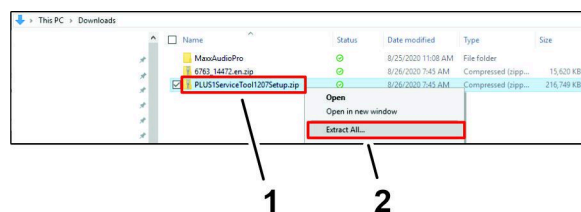

図 19
- ラップトップコンピュータのダウンロードディレクトリを開き、PLUS1ServiceTool1207Setup.zip ファイルリンクを右クリックし、ドロップダウンメニュー (図 19) の全て抽出.リンクをクリックする。